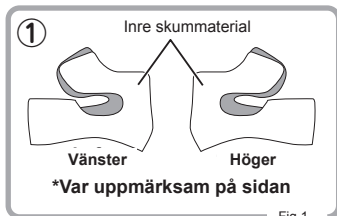

Fig.1
- 1 Byt ut det inre skummaterialet på rätt sätt genom att kontrollera sidan på kindvadderingsens inre skummaterial. (Fig.1)